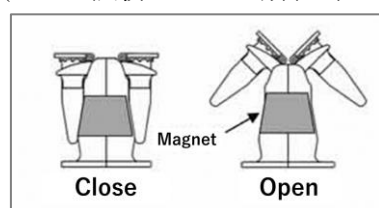

図 5. Magnet Stand の Open と Close の状態
- (37) 室温（20 - 27°C）、5 分以上静置し、Magnetic Beads に核酸を吸着させて下さい。
- (38) 卓上遠心機でスピンドウンして下さい。
- (39) Magnet Stand にセットして（30 秒静置、集磁）、溶液を除いて下さい。
- (40) 一度 Magnet Stand から外して、卓上遠心機でスピンドウンして下さい。本操作は十分に溶液を除くために実施します。
- (41) Magnet Stand にセットして（15 秒静置、集磁）、溶液を除いて下さい。
- (42) Magnet Stand から Sample Tube を外して、(34)で調整した DNase Mixture 400 μ L を加えて、そのまま 4 回以上ピペッティングを行い Magnetic Beads を分散させて、Tube ラックにおいて下さい。Magnet Stand にセットしないように注意して下さい。
- (43) Tube ラック上で室温（20 - 27°C）、5 分以上静置して下さい。
- (44) Magnet Stand にセットして（30 秒静置、集磁）、溶液を除いて下さい。
- (45) Magnet Stand を Open（図 5 参照）にして電動マイクロピペット（Mode: P/M）で 1st-Wash Buffer (1) (ik2) 900 μ L を添加して、十分に分散するように 4 回以上ピペッティングを行って下さい。
- (46) Magnet Stand を Close（図 5 参照）にして（30 秒静置、集磁）、溶液を除いて下さい。
- (47) Magnet Stand を Open にして電動マイクロピペット（Mode: P/M）で 2nd-Wash Buffer (2)(ik2) 900 μ L を添加して、十分に分散するように 4 回以上ピペッティングを行って下さい（電動ピペット設定は(45)と同様）
- (48) Magnet Stand を Close にして（30 秒静置、集磁）、溶液を除いて下さい。
- (49) 一度 Magnet Stand から外して卓上遠心機でスピンドウンし、再度 Magnet Stand にセットして 200P ピペットで溶液を除いて下さい。
- (50) 蓋を緩めて、60°Cのヒートブロックに 5 分間静置し、乾燥させて下さい。
- (51) Elution Buffer (ik2、キャップ色：半透明) 50 μ L を加えて、ボルテックス（目盛り：10）で 5 秒攪拌して下さい。
- (52) 60°Cのヒートブロックに 5 分間静置し、Magnetic Beads から核酸を溶出して下さい。10 分以上は処理しないで下さい。
- (53) 溶出後に、卓上遠心機でスピンドウンし、Magnet Stand にセットして（30 秒静置、集磁）、溶液を Elution Tube (ik2) に回収して下さい。これを Extracted RNA solution とします。